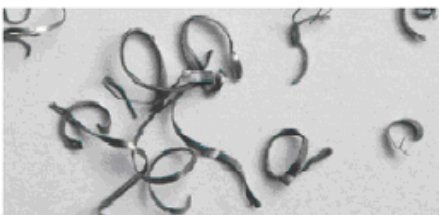

Figure 1
- Des copeaux très fins ou pulvérisés signalent une avance et/ou pression de coupe trop faible (fig.1).